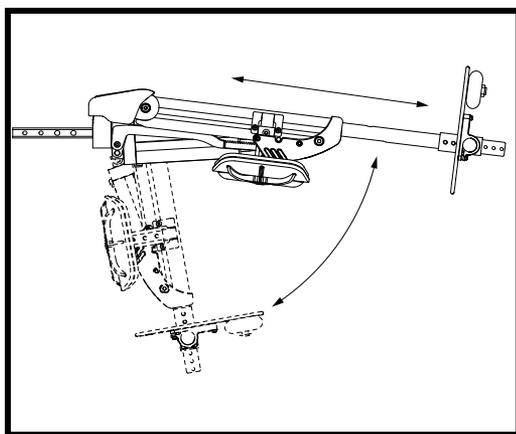
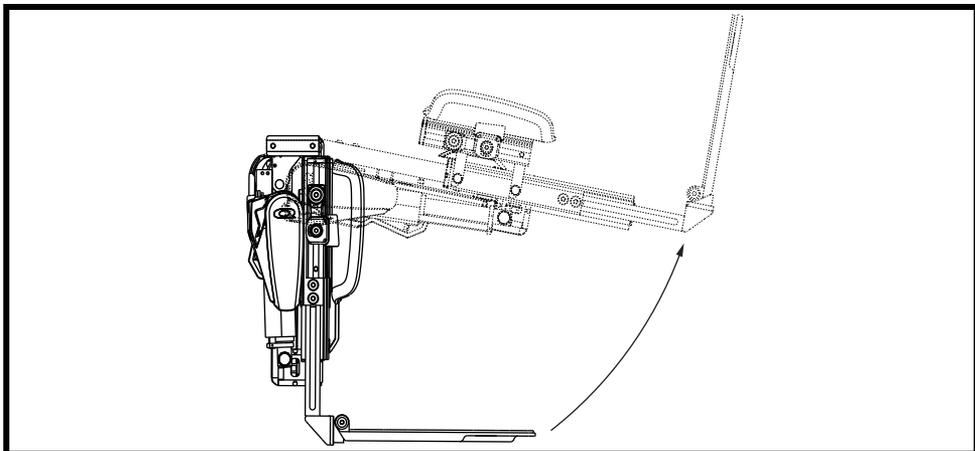
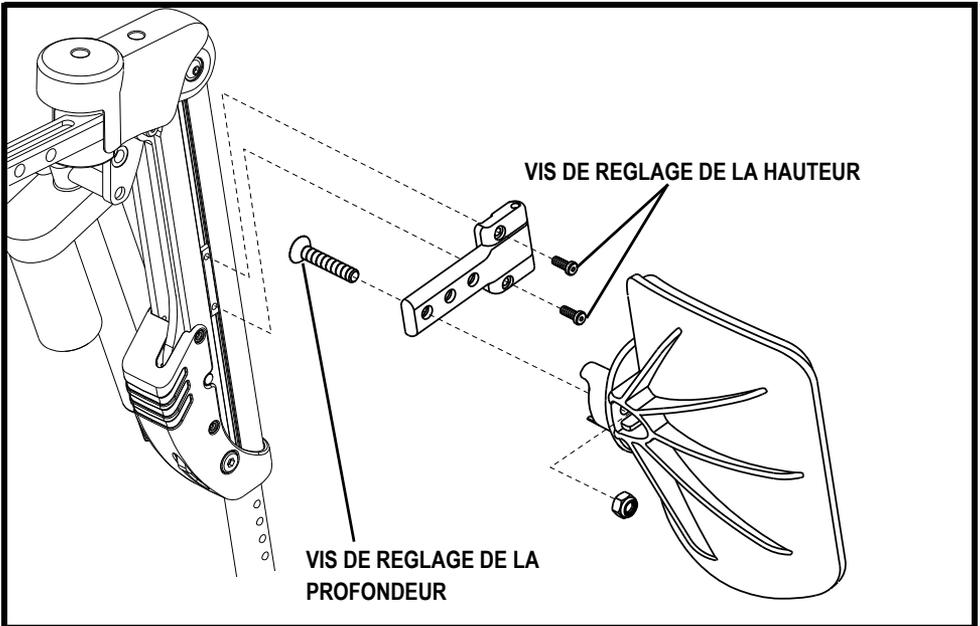

Figure 13. L'appui-jambe élévateur motorisé compensateur
Figure 15. Plateforme repose-pied articulée à montage centré
Figure 16. Réglages des coussins de mollet rétractables (ALR montré)
Les appui-jambes motorisés compensateurs permettent de maintenir la distance choisie, entre le genou et la cheville, lorsqu'ils sont élevés. Ils peuvent être ajustés de façon individuelle ou en pair. **Voir la figure 13.** Un mouvement d'un angle de 70° ou de 80° est possible. Des appui-mollets escamotables standards, ajustables en hauteur et en profondeur (**voir la figure 16**), peuvent y être installés et tous les modèles de plaques d'appui-pieds sont acceptés. La capacité de poids maximale est de 136 kg (300 lb). Ils peuvent s'adapter à toutes les bases motrices équipées d'un système électronique de version récente et sont aussi disponibles avec le système de siège «Synergy». Les appui-jambes élévateurs motorisés compensateurs fonctionnent à l'aide du module de contrôle de votre fauteuil motorisé, d'un interrupteur, ou d'un module de contrôle pour aidant.
La plateforme repose-pied articulée à montage centré maintient la bonne distance entre le talon et genoux lorsque la jambe est élevée. **Voir la figure 15.** La plateforme repose-pied articulée à montage centré s'élève jusqu'à 170°, possède un support de mollet réglable en profondeur et en hauteur (**voir la figure 16**), et peut supporter jusqu'à 136 kg (300 lb) et a une température de fonctionnement de 40°F (4°C) à 105°F (40°C). Offerte avec le système de positionnement motorisé «TRU-Balance» et avec le système «Synergy Seating». La plateforme est contrôlée à partir de la manette de contrôle ou via un commutateur à bascule.
1. Retirez les vis de réglage en hauteur. **Voir la figure 16.**
1. Retirez la vis de réglage en profondeur. **Voir la figure 16.**